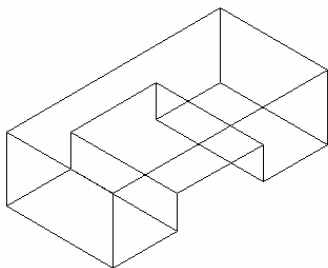

图 9-39
- (5)选择【视图】/【三维视图】/【西南等轴测】选项。
- (6)选择【绘图】/【实体】/【拉伸】选项,将大矩形拉伸“30”,再将小矩形拉伸为“15”。如图 9-39 所示: